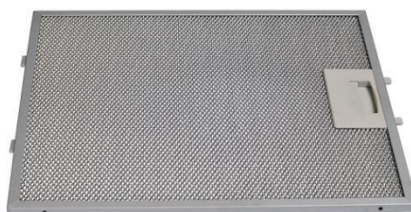

Рис. 2
2. Снимите алюминиевый жирособиравший фильтр (рис. 2).
7. Установите жироулавливающий фильтр (рис. 2).
Для отсоединения алюминиевого фильтра (рис. 2) следует нажать на пружинный замок на фильтре и вынуть его. Установка фильтра производится в обратном порядке. Следует нажать на пружинный замок на фильтре и установить его на место, после чего замок отпустить. Не устанавливайте фильтр в вытяжку до его полного высыхания.